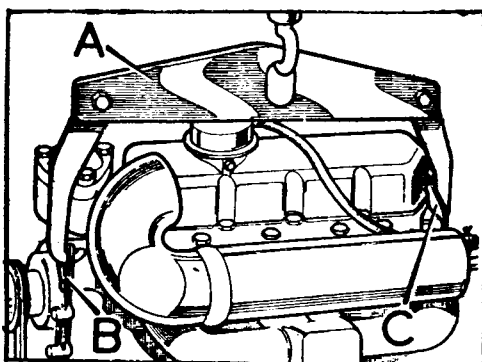

Fig. A1-10 Dispositivo elevador del motor
- 1.7. Instalar sobre los ganchos de elevación del motor, B y C (Fig. A1-10), una brida o cadena, A, y empleando un dispositivo elevador adecuado, subir el motor hasta que los soportes de fijación del mismo se separen de los tacos de apoyo.
- 2.2. Instalar en su sitio el colector de admisión, A (Fig. A1-10), fijándolo con sus tuercas y arandelas, D, sin apretarlas del todo.